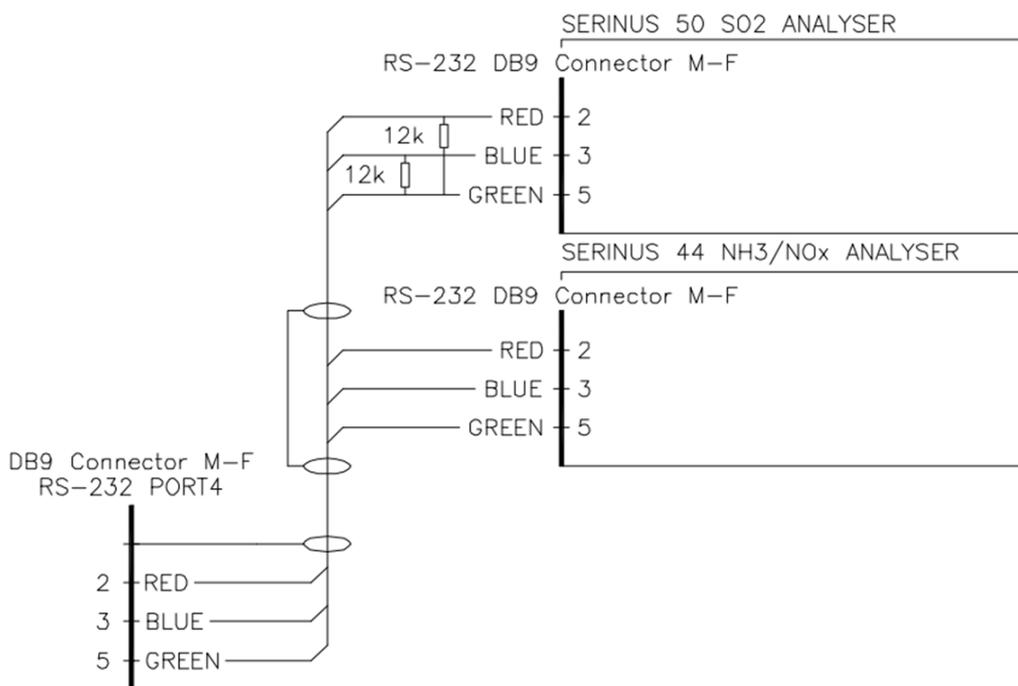

Figure 11 – Exemple de câble RS232 multipoint
- Une résistance terminale de 12 kohm doit être placée sur le dernier connecteur du câble (connexion de la broche 2 à la broche 5 et de la broche 3 à la broche 5 – voir la Figure 11).